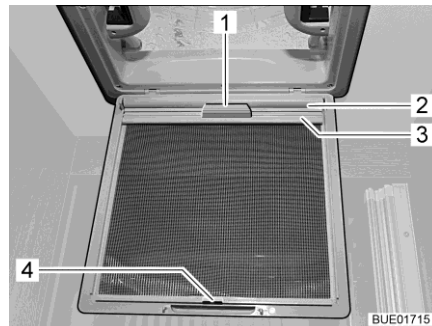

Bild 32 Verdunklungsrollo (Dachhaube)
- Verdunklungsrollo (Bild 32,2) am Griff (Bild 32,1) herausziehen und Halteleiste (Bild 32,3) in den Haken (Bild 32,4) am Insektenschutz einhängen.
- Halteleiste (Bild 32,3) vom Haken (Bild 32,4) lösen und Verdunklungsrollo (Bild 32,2) am Griff (Bild 32,1) langsam zurückführen.